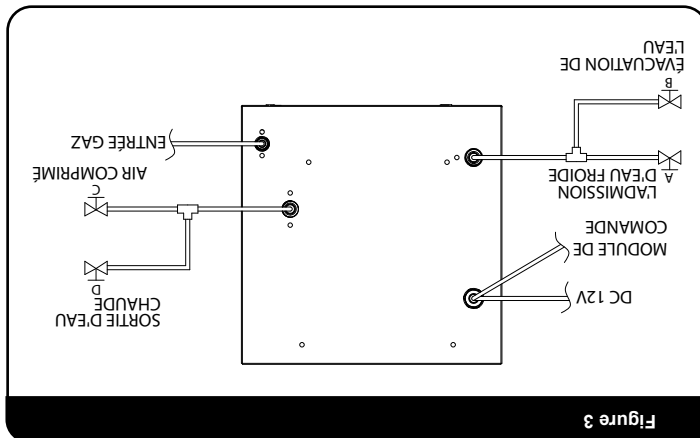

Figure 3
5. L'air comprimé est la méthode privilégiée pour purger le chauffe-eau. De l'air comprimé d'une pression ne dépassant pas 100 PSI peut être utilisé pour forcer l'eau à s'échapper de l'appareil. Les vannes de dérivation sont en option sur les modèles ST42 et ST60. Voir la figure 3 pour un exemple d'utilisation des vannes de dérivation.